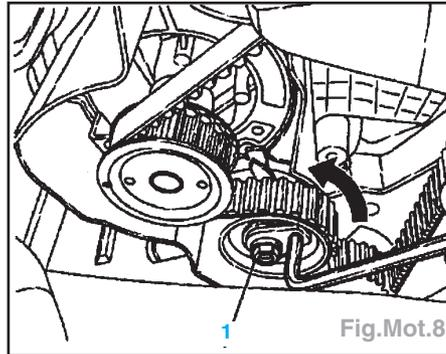

Fig.Mot.8
- Tourner l'excentrique de réglage dans le sens de la flèche jusqu'à ce que le repère du galet soit aligné avec l'encoche et serrer la vis de fixation (1) (Fig.Mot.8).